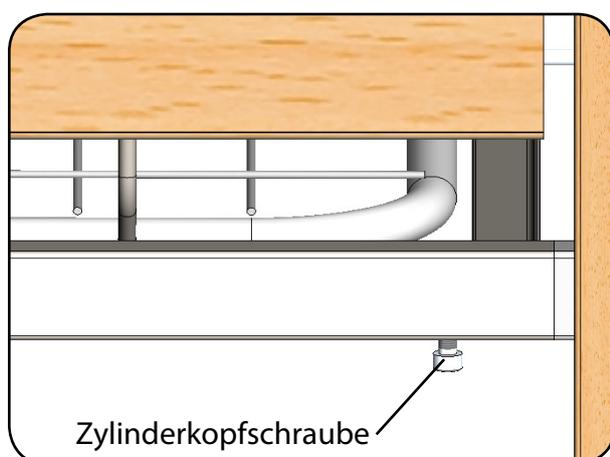

Abb. 6.6.05 – Zylinderkopfschrauben am Fußende des Liegeflächenrahmens
9. Lösen Sie die zwei Zylinderkopfschrauben am Fußende, die den Liegeflächenrahmen mit dem Stellteil verbinden (Abbildung 6.6.05).